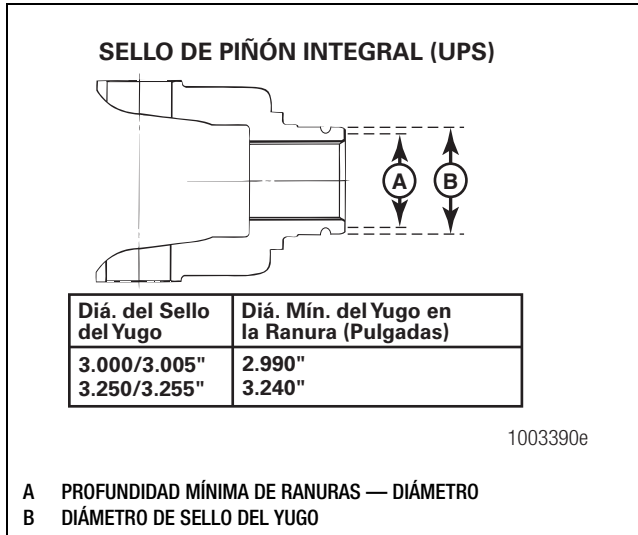

Figura 5.107
- Si encuentra ranuras en el yugo: Use calipers para medir los diámetros de las ranuras. Si cualquier diámetro de ranura mide menos que las dimensiones indicadas en la Figura 5.107, reemplace el yugo.